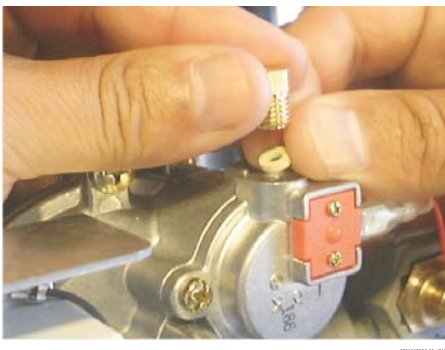

Bild 2
- ▶ Die Zünddüse und die Dichtscheibe ersetzen (Bild 2).